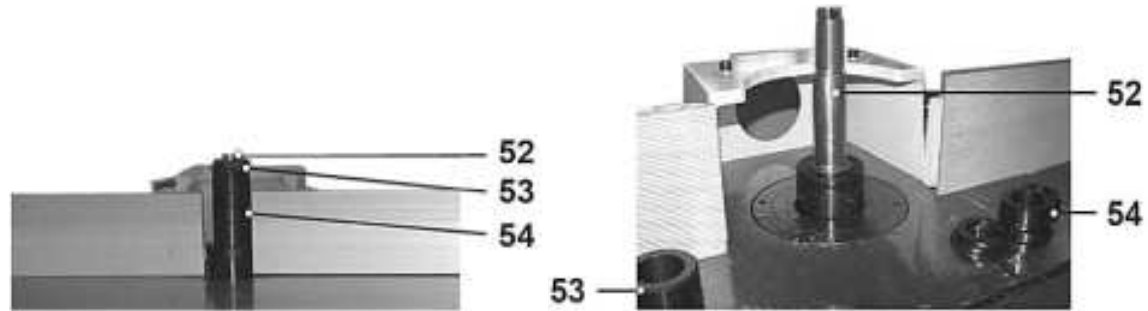

Рис. 6
8.5.1. Для установки фрезерной головки или насадной фрезы ручкой фиксации (30) застопорите вращение шпинделя.
Рожковым ключом (не комплектуется) открутите гайку (53). Со вставки шпинделя (52) снимите наборные шайбы (54), Рис.6.